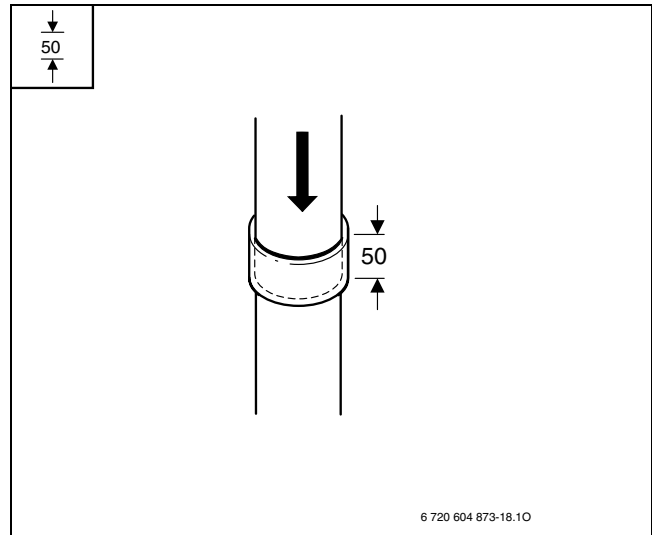

Рис. 30
►Вставляйте деталі повітрязабірного / газовивідного приладдя до упору (в цьому випадку: глибина посадки становить 50мм) (Рис. 30).